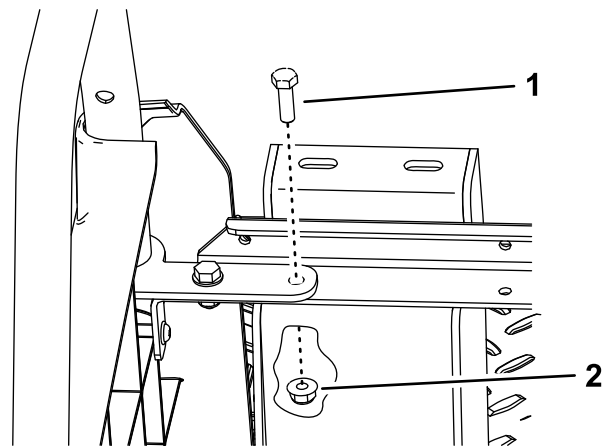

Bild 8
5. Befestigen Sie die Oberseite der Halterung mit einer Kitschraube ($\frac{5}{16}$ " x 1") und einer Mutter ($\frac{5}{16}$ "), die Sie in Schritt 3 des vorherigen Schritts aufbewahrt haben (Bild 8).
1. Verlegen Sie den Kabelbaum hinter der Kabine und unter dem Sitz und befestigen Sie den Clip am Kabelbaum an der Seitenplatte (Bild 8).